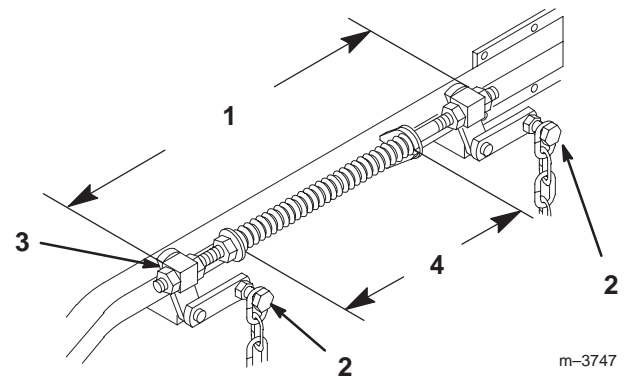

Figure 66
- Desserrez les 4 boulons de chaîne supérieurs dans les fentes. Vérifiez la longueur des ensembles tige/pivot. Il doit exister un écart de 496 mm entre l'extérieur du pivot arrière et l'extérieur du pivot avant (Fig. 66). Vérifiez que les quatre pivots bougent librement dans les trous.
- Les ressorts sont comprimés pour obtenir un écart de 279 mm entre les deux grandes rondelles (Fig. 66).
- Tournez l'écrou devant chaque ressort pour obtenir le réglage voulu (Fig. 66). Tournez l'écrou dans le sens horaire pour raccourcir le ressort et dans le sens anti-horaire pour l'allonger.